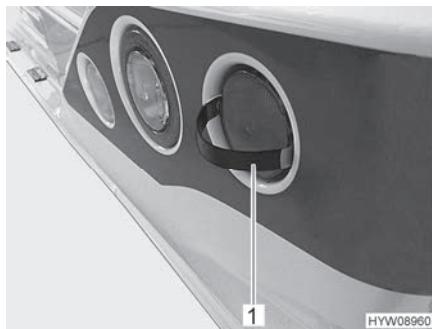

Fig. 216 Togliere la copertura
- Innestare i naselli dello strumento fornito (Fig. 216,1) come raffigurato, accanto alla copertura.